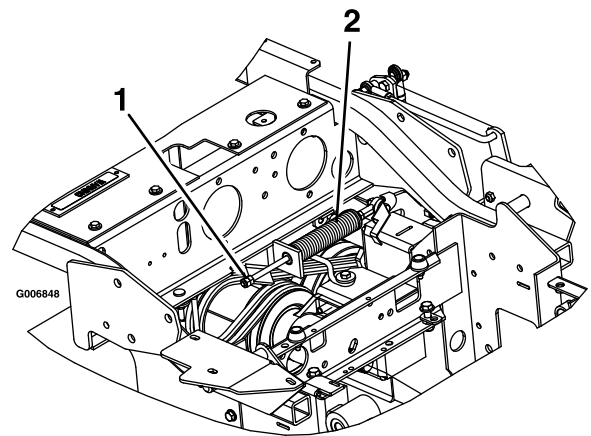

Figura 65
3. Localice el muelle del freno y desenrosque las 2 contratuercas hasta el extremo de la varilla del muelle del freno (Figura 65).